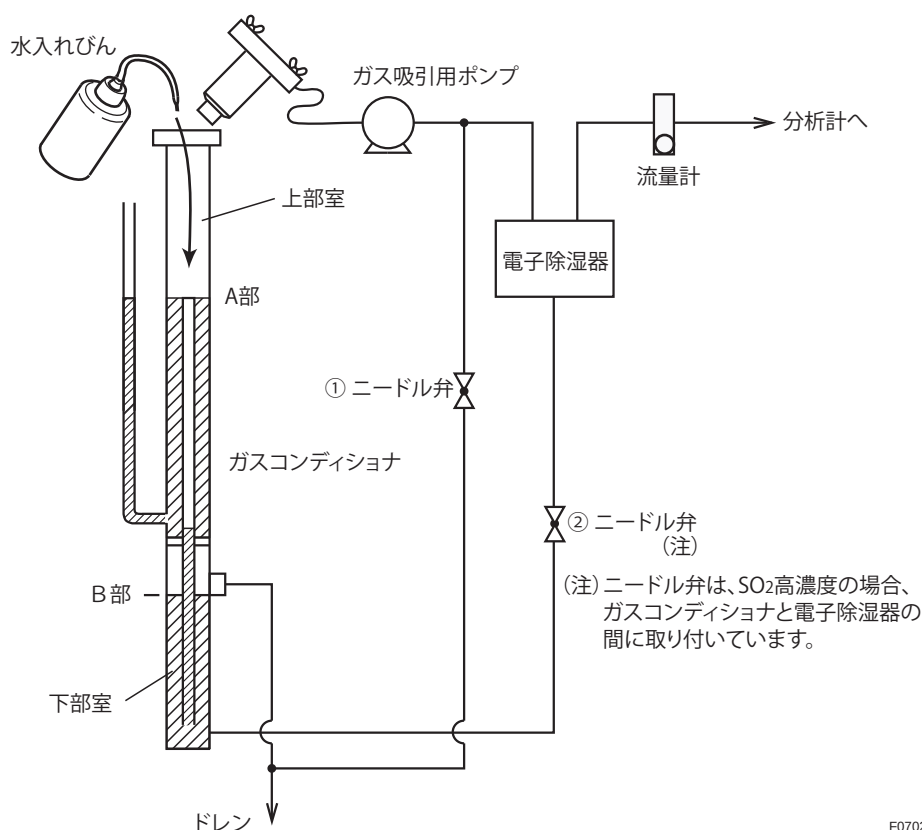

図7.2 ガスコンディショナへの注水
ガスコンディショナの頭部を外し(図 7.2 を参照)、水入れびんを用いて水道水を A 部、および B 部まで入れてください。
- ・ 暖機運転後、ガス吸引用ポンプのスイッチを ON にしたら、流量計（フローチェッカ）のボール位置が中央の黄色ゾーン（ 0.5 ± 0.2 L/min）の中央付近に入っていることを確認してください。入っていない場合はニードル弁 ① で調整してください（図 7.2 を参照）。標準仕様の場合は、ガスコンディショナの下部室からバブリングが発生することはありません。
1. 暖機運転後、ガス吸引用ポンプのスイッチを ON にしたら、②のニードル弁を全閉にします。
2. 次に、①のニードル弁で流量計のボール位置が中央の黄色ゾーン上部にくるように調整します。
3. 次に②のニードル弁で流量計のボール位置が中央の黄色ゾーン（ 0.5 ± 0.2 L/min）の中央付近に入るように調整してください。その後ガスコンディショナの下部室から少量のバブリングが発生していることを確認してください（図 7.2 を参照）。